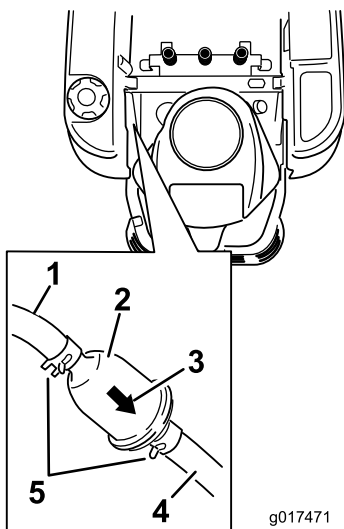

Figura 41
3. Localice el filtro de combustible en el lado izquierdo del motor, según se muestra en Figura 41.
- Apriete los extremos de las abrazaderas y deslícelas por el tubo alejándolas del filtro (Figura 41).
- Instale un filtro nuevo – la flecha que indica el sentido de flujo debe apuntar hacia el motor. Acerque las abrazaderas al filtro (Figura 41) para sujetarlo.